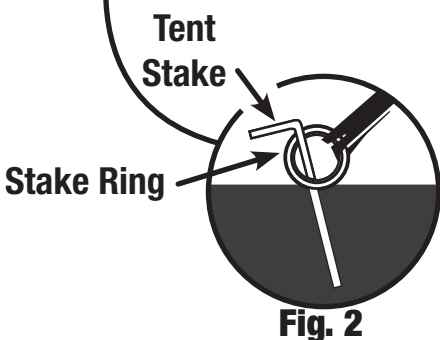

Fig. 2
- Stake down tent corners first through the stake rings. (Fig. 2)
- Ancrez les coins en passant les piquets dans les bagues. (Fig. 2)